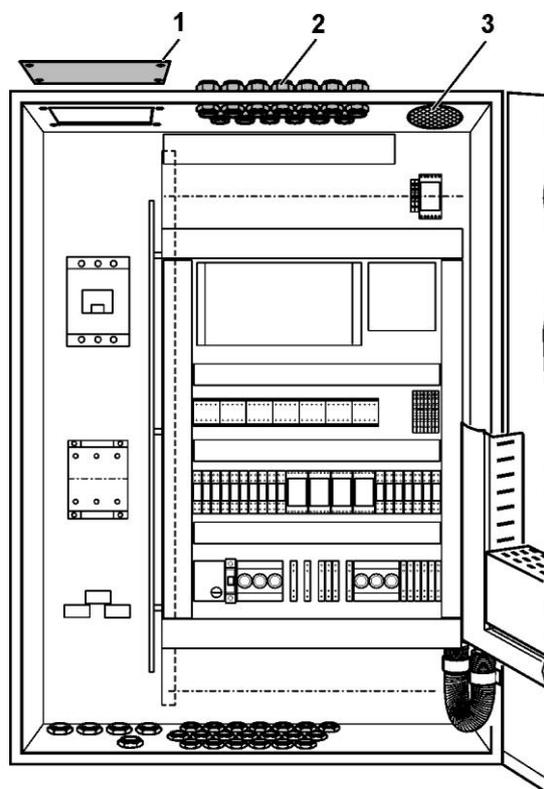

Fig. 13 Alimentazione del cavo verso il pannello di comando del modulo C.T.
- Togliere il pannello (Fig. 13, pos. 1) ed applicare il guidacavi eseguito dal committente per il filo della corrente per l'allacciamento alla rete.
- Portare il cavo di collegamento lungo i passacavi fino al lato superiore del modulo (Fig. 13, pos. 2).
Legenda su Fig. 13